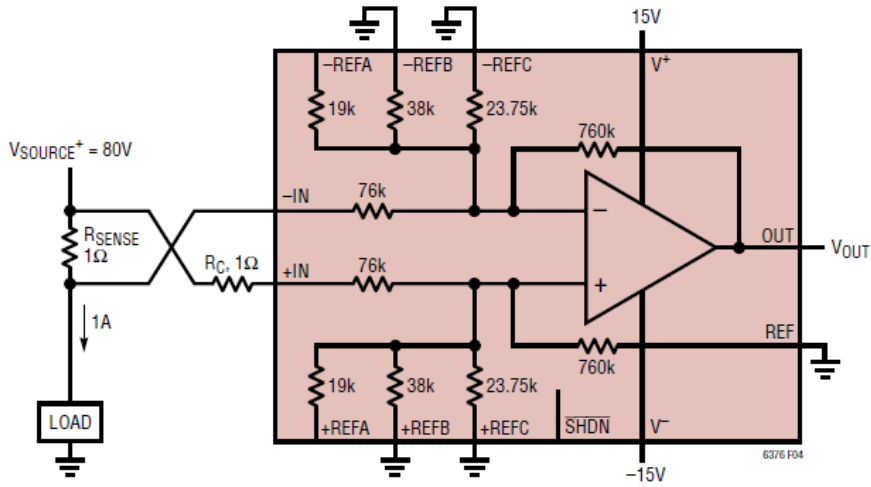

图 4. 电流测量应用
图 4 显示了 LT6376 的电流测量应用。此应用的误差预算如表 8 所示。电阻分压比设置为 6.3，因而运算放大器输入端的 80V 输入共模电压分压至 12.7V。1A 电流和 1Ω 检测电阻产生 10V（在 LT6376 中）和 1V（在列出的所有其他器件中）的输出满量程 (FS) 电压。表 8 显示了 25°C 至 85°C 温度范围内的误差源，单位为输出满量程电压的百万分之一 (ppm)。